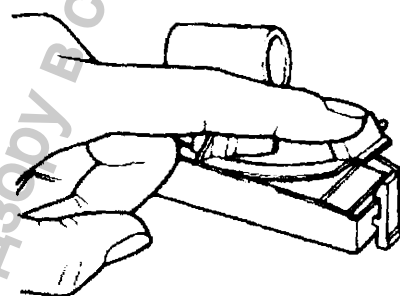

Рисунок 3-5
4. Совместите квадратное отверстие в листе фильтровальной бумаги с отверстием в держателе для камеры. Нажмите на верхнюю часть камеры для образцов по направлению к держателю. Скользящим, разглаживающим движением добейтесь соединения камеры с защелкой, находящейся в верхней части держателя. Смотри Рис. 3-5.